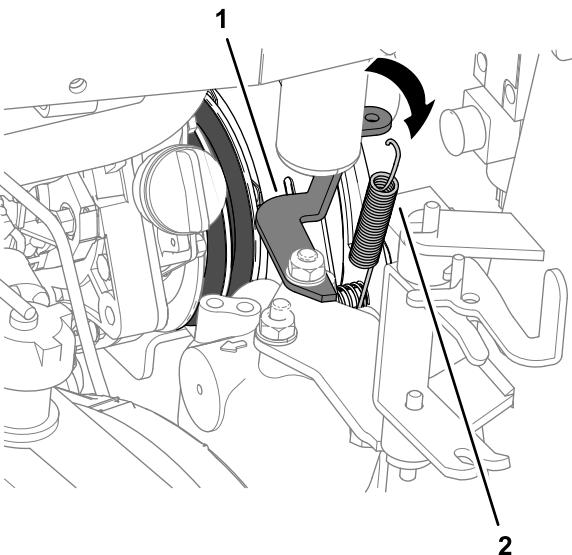

図 90
5. ラジエーター側で、クラッチダンバースプリングをスプリングブラケットから外す図 90。
4. 内側クラッチプレートのボルトとスプリングブラケットとの間に、クラッチダンパースプリングを取り付ける図 90 PTO ベルトの取り外し (ページ 66)を参照。